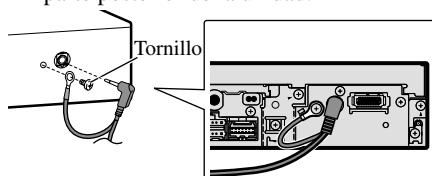

Fig. 7
1. Conecte el cable óptico y hilo de tierra a la unidad principal. (Fig. 7)